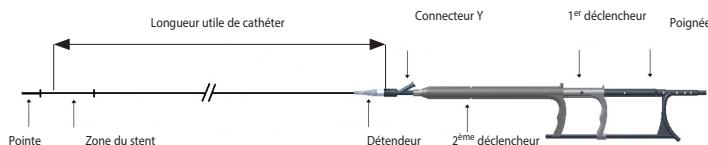

Figure 1 – Système de stent
- Un système de stent, comme décrit sur la Figure 1, constitué d'une tubulure interne contenant la lumière du fil-guide, une gaine de placement de stent et une gaine de stabilité du système, qui sont raccordés au moyen d'une poignée. L'extrémité distale de la lumière de fil-guide est une pointe de cathéter de placement atraumatique et l'extrémité proximale est un raccord luer conçu pour recevoir un fil-guide compatible.